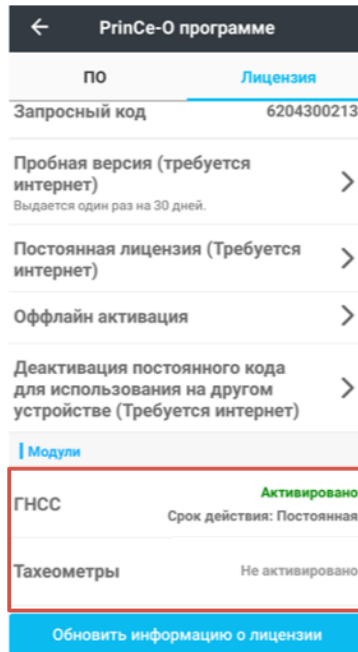

Рисунок 1.4.5
- ☞ На вкладке Лицензия ниже будут отображены статусы активности лицензий модулей ГНСС и Тахеометры (Рисунок 1.4.5).